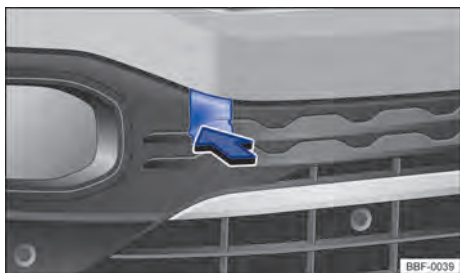
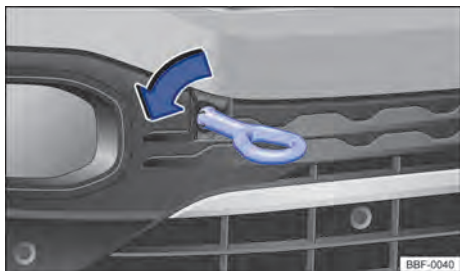

Fig. 165 En el parachoques delantero a la derecha: suelte y desmonte la cubierta.
Fig. 166 En el parachoques delantero a la derecha: enrosque la argolla de remolque.
El alojamiento de la argolla de remolque roscado está ubicado a la derecha del parachoques delantero, detrás de una cubierta → fig. 165.
- Presione en la zona inferior de la cubierta → fig. 165 ❶ para soltar la traba de la cubierta.
- Retire la cubierta hacia adelante ❷ y déjela colgada en el vehículo.
- Enrosque la argolla para remolque tan firme como sea posible **en sentido antihorario** en el alojamiento → fig. 166 ❶ → ❶. Utilice un obje-